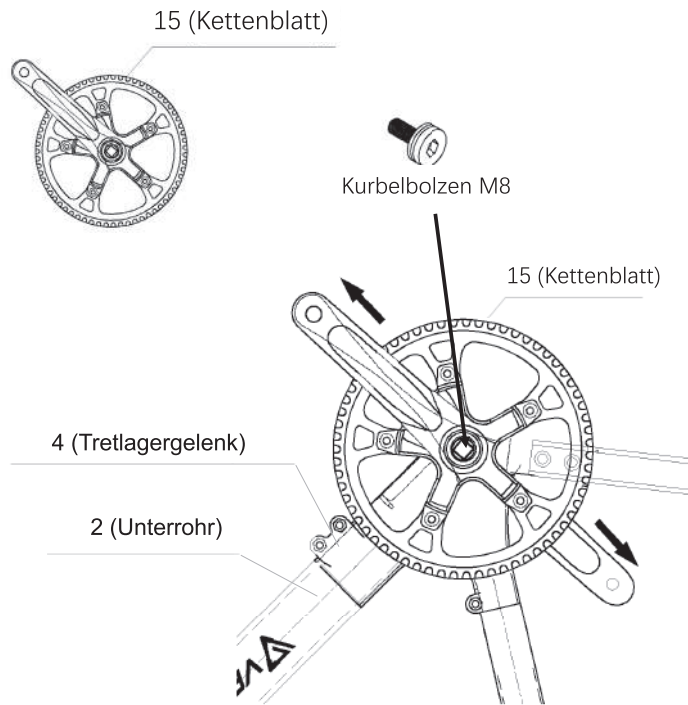

Abb. 26: Einbau des Kettenblatts
b. Stellen Sie sicher, dass die Kurbel von Teil 15 und die vorinstallierte Kurbel von Teil 4 um 180° gedreht sind, und installieren Sie dann Teil 15 auf Teil 4, wie in Abb. 26 gezeigt.